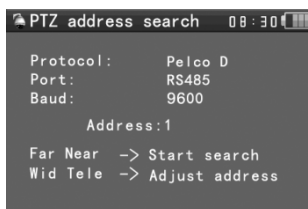

Рис.15 Подменю **PTZ address search** (PTZ-сканирование)
2. С помощью кнопок  выберите подменю  и нажмите  (Рис.15).